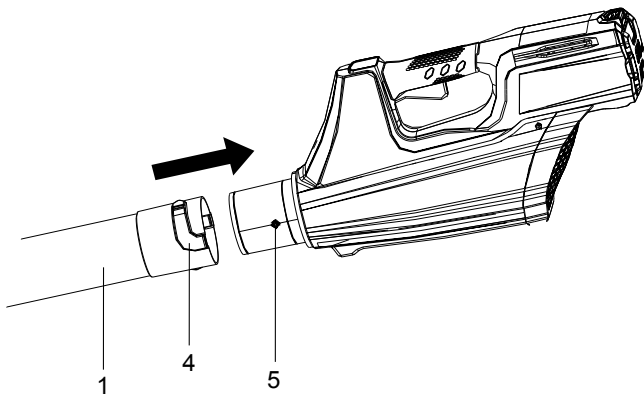

Fig. 3
- Aligned une des rainures(4) dans le tube avec les languettes(5) du boîtier de ventilateur. Poussez le tube sur le boîtier du ventilateur jusqu'à ce que la languette enclenche les rainures. Voir Figure 3.